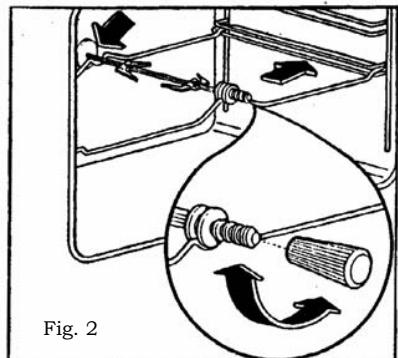

Fig. 2
### Come usare il girarrosto (dove previsto) - Fig. 2
F) A cottura terminata, avvitare l'impugnatura dello spiedo ed estrarlo dal forno. (Fig. 2)